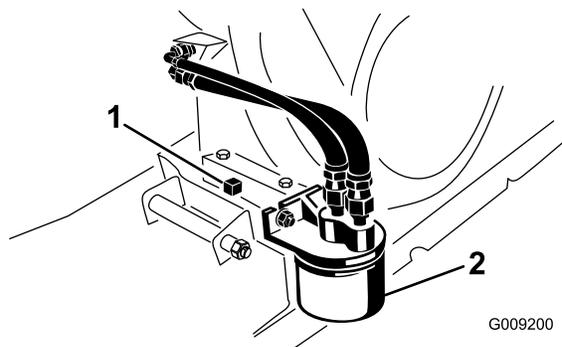

図 36
7. ドレンプラグの下にオイルを受ける容器をおく 図 36。
8. ドレンプラグを抜きシールを外す 図 36)。
2. 既存のオイルフィルタを外す 図 36。
4. ガスケットが取り付けプレートに当たるまで手で回して取り付け、そこから更に 1/2 - 3/4 回転増し締めする 図 36。